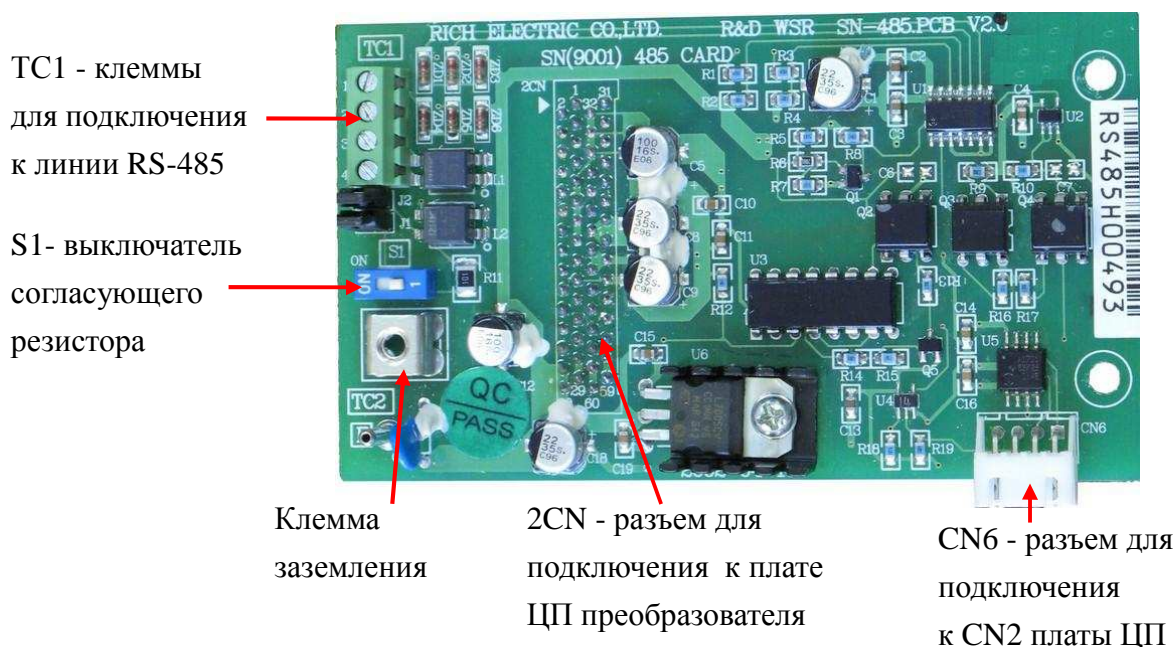

Рис.1. Модуль PCB-RS485A-1
4.1. Внешний вид модуля приведен на рис.1.